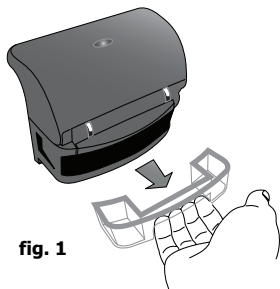

fig. 1
1. Ta bort vattenuppsamlaren under lockfästet genom att dra utåt [fig. 1.]. Häll ut det uppsamlade vattnet efter varje användning.